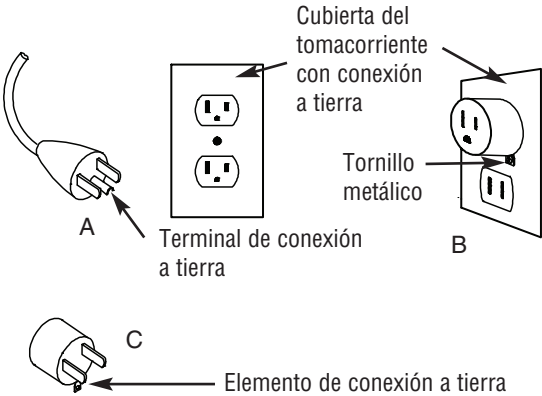

Figura 3
10. Este modelo tiene un enchufe de conexión a tierra de tres patas (vea la Figura 3). Siempre se conecte en un tomacorriente conectado a tierra apropiadamente.
- Este calefactor es para utilizar con una tensión de 120 volts. El cordón tiene un enchufe como se muestra en A (Figura 3). Puede utilizarse un adaptador como se muestra en C para conectar enchufes de tres láminas, con conexión a tierra, a tomacorrientes de dos ranuras. El terminal de puesta a tierra de color verde que se extiende desde el adaptador debe conectarse a una tierra permanente, como la de un tomacorriente con una conexión a tierra adecuada. El adaptador no debe utilizarse si se dispone de un tomacorriente de tres ranuras con conexión a tierra.